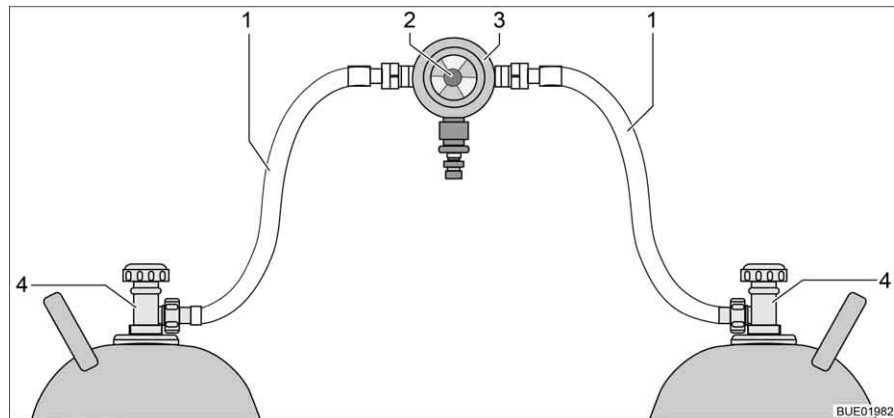
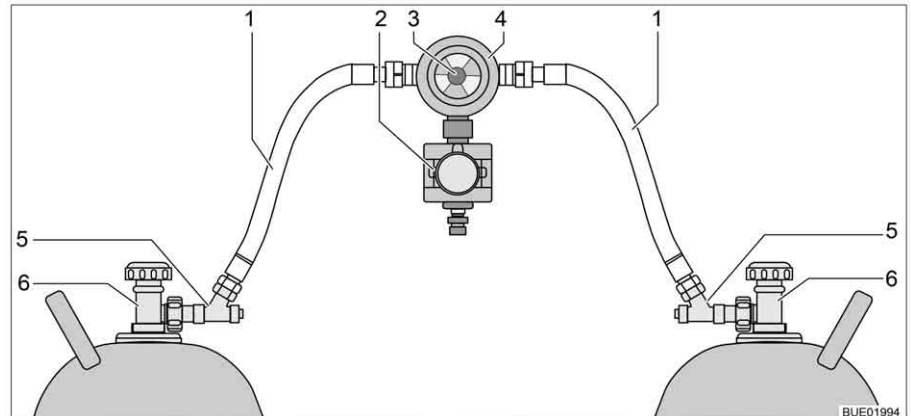

Bild 112 Gasflaschen-Umschaltanlage
Bild 113 Gasflaschen-Umschaltanlage mit CPU
Die Gasflaschen-Umschaltanlage besteht aus einem kombinierten Gasdruckregler mit Umschaltventil und Anzeige (Bild 112,3). Die Gasflaschen-Umschaltanlage ist zwischen den beiden Gasschläuchen (Bild 112,1) montiert.
Die Gasflaschen-Umschaltanlage besteht aus einem kombinierten Gasdruckregler mit Umschaltventil und Anzeige (Bild 113,4) und einem Elektroventil (Bild 113,2). Das Elektroventil sperrt bei Vollbremsung, Unfall oder ungewöhnlich großer Schräglage die Gaszufuhr zum Fahrzeug. Die Gasflaschen-Umschaltanlage ist zwischen den beiden Gasschläuchen (Bild 113,1) mit Schlauchbruchsicherungen (Bild 113,5) montiert.
Mit dem Drehknopf (Bild 112,2 bzw. Bild 113,3) an der Gasflaschen-Umschaltanlage lässt sich bestimmen, welche der Gasflaschen als Betriebsflasche und welche Gasflasche als Reserveflasche verwendet wird.
An der Bedieneinheit (Bild 114) können nur die elektrischen Funktionen geschaltet werden. Die Haupt-Absperrventile der Gasflaschen (Bild 112,4 bzw. Bild 113,6) müssen von Hand geöffnet oder geschlossen werden.
- Haupt-Absperrventile an den Gasflaschen (Bild 112,4 bzw. Bild 113,6) öffnen.
- Schlauchbruchsicherungen (Bild 113,5) nacheinander 10 Sekunden lang drücken.
- Mit dem Drehknopf (Bild 112,2 bzw. Bild 113,3) an der Umschaltanlage die Gasflasche wählen, der vorrangig das Gas entnommen werden soll (Betriebsflasche). Drehknopf immer bis zum Anschlag drehen.
- Haupt-Absperrventile an den Gasflaschen (Bild 112,4 bzw. Bild 113,6) schließen.